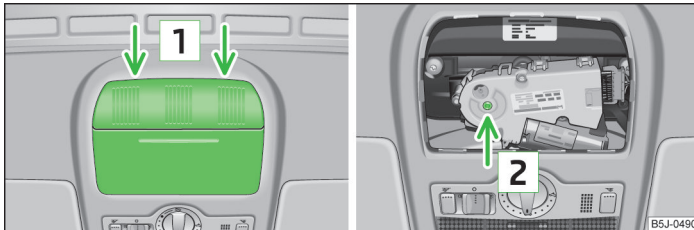

Abb. 22 Ansatzpunkt des Schraubendrehers / Öffnung zum Ansetzen des Schlüssels
- Einen etwa 5 mm breiten Schraubendreher vorsichtig in den Schlitz an den mit Pfeilen gekennzeichneten Stellen **1** » Abb. 22 einsetzen.